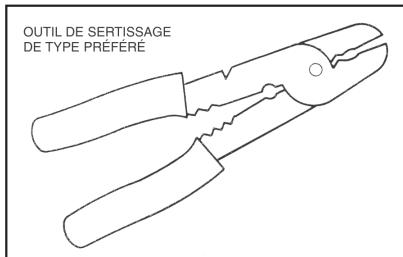

fig. 2
- 2) Dénudez les fils de connexion sur une longueur d'environ un quart de pouce. Sertissez les embouts fournis sur le fil de polarité correspondante; pour cela, utilisez l'outil recommandé (Voir fig. 2). Branchez les fils de connexion aux bornes de la pompe, chaque fil à la borne de polarité correspondante. Si les fils sont mal branchés, la pompe va marcher en sens inverse et ne pompera pas.